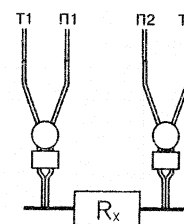

Рис. 3.
4. Для измерения сопротивления резисторов подключить 2 зажима измерительных проводов к тестируемому сопротивлению, как показано на рис. 3.